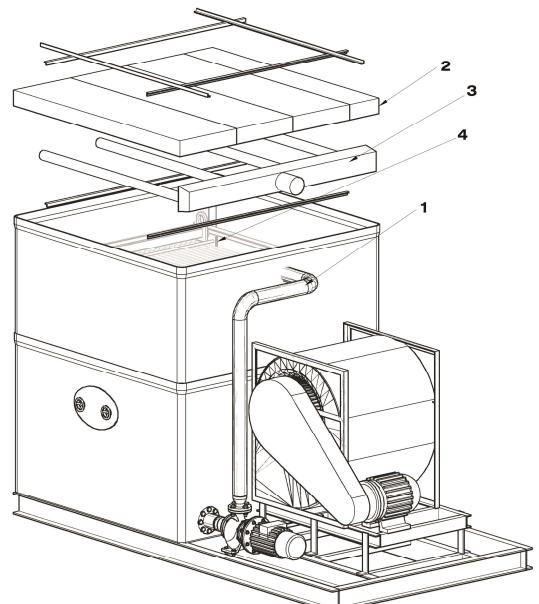

Fig. 12
1. Remove the distribution (fig. 12/3) set and the drift eliminator (fig. 12/2).
3. Remove the coil. (fig 12/4).
1. Démonter l'assemblé de distribution (fig. 12/3) et le séparateur de gouttelettes (fig. 12/2)..
3. Démonter la batterie (fig. 12/4).
1. Desmontar el conjunto de distribución (fig. 12/3) y el separador de gotas (fig. 12/2).
3. Desmontar el serpentín (fig. 12/4).